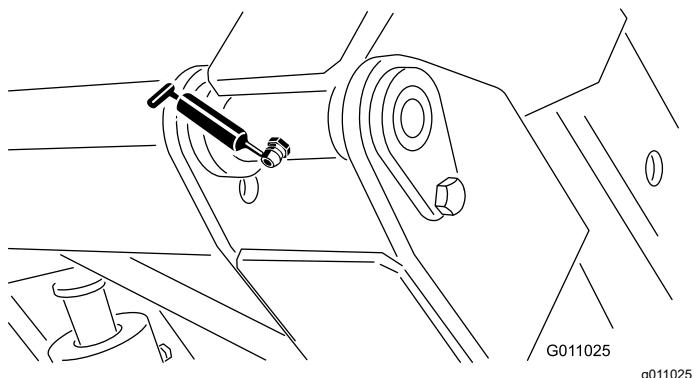

Figura 33
- Perno superiore della tramoggia (2) (Figura 33)